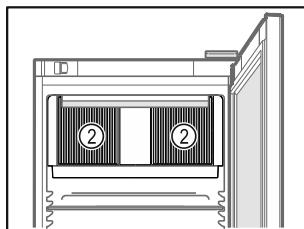

Fig. 72
- Тримати відкритою вентиляційну щілину Fig. 72 (2) вентилятора циркуляційного повітря у внутрішній камері.